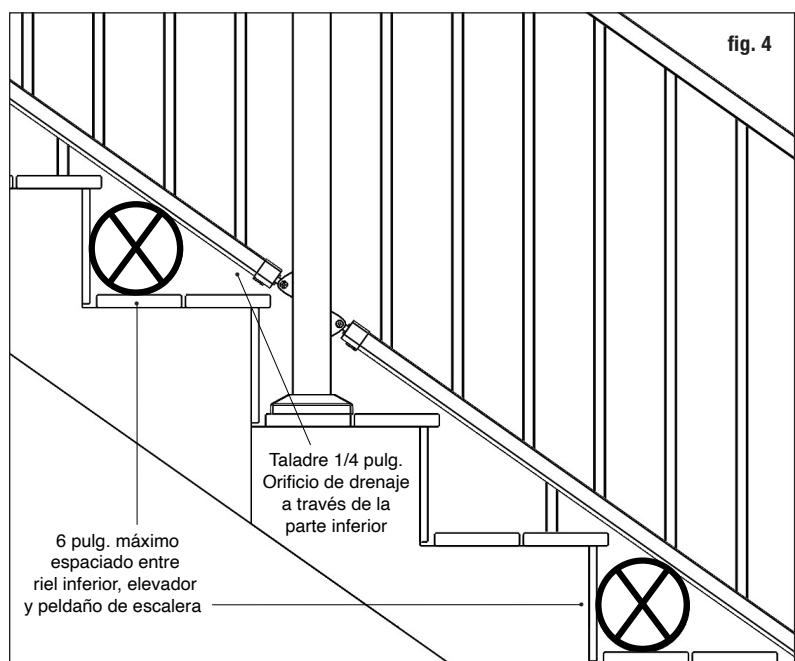

fig. 4
Step 7 Position the rail alongside the posts using 6" maximum spacing between bottom rail, riser, and stair tread. With the top railing resting on the continuous stair rail, center the continuous stair bracket to be centered on the post. Mark the bottom of the bracket. Then cut the post 3/8" above the mark to allow for the flange on the bottom side of the bracket (fig. 4).
Step 9 A rail support is needed every 2 feet (**2 are included in the 6ft rail kit, 3 in the 8ft kit**). Attach rail support connectors to the bottom of the lower rail at 2-foot intervals using included screws. Predrill using a 1/8" drill bit. Mark the location of the rail support on the step tread and attach the other rail support connectors to the step tread. **Drill one 1/4" drain hole through the bottom of the rail to prevent trapping water.** Position the hole toward the lower end of the rail, roughly 1.5" from rail end to avoid the lower bracket (fig. 4).
Étape 7 Positionnez le rail le long des poteaux en utilisant un espacement maximal de 6 po entre le rail inférieur, la contrebarre et la marche de l'escalier. Avec le garde-corps supérieur reposant sur la rampe d'escalier continue, centrez le support d'escalier continu pour qu'il soit centré sur le poteau. Marquez le bas du support. Coupez ensuite le poteau à 3/8 po au-dessus du repère pour permettre la bride sur le côté inférieur du support (fig. 4).
Étape 9 Un support de rail est nécessaire tous les 2 pieds (**2 sont inclus dans le kit de rails de 6 pieds, 3 dans le kit de 8 pieds**). Fixez les connecteurs de support de rail au bas du rail inférieur à intervalles de 2 pieds à l'aide des vis fournies. Pré-percer à l'aide d'un foret de 1/8 po. Marquez l'emplacement du support de rail sur la marche de marche et attachez les autres connecteurs de support de rail à la marche de marche. **Percez un trou de vidange de ¼ po à travers le bas du rail pour éviter de piéger l'eau.** Positionnez le trou vers l'extrémité inférieure du rail, à environ 1,5 po de l'extrémité du rail pour éviter le support inférieur (fig. 4).
Paso 7 Coloque el riel a lo largo de los postes con un espacio máximo de 6 pulg. entre el riel inferior, el contrahuella y la huella de la escalera. Con la barandilla superior apoyada sobre la barandilla de la escalera continua, centre el soporte de la escalera continua para que quede centrado en el poste. Marque la parte inferior del soporte. Luego corte el poste 3/8 pulg. por encima de la marca para permitir el reborde en el lado inferior del soporte (fig. 4).
Taladre un orificio de drenaje de ¼ pulg. a través de la parte inferior del riel para evitar atrapar agua. Coloque el orificio hacia el extremo inferior del riel, aproximadamente a 1,5 pulg. del extremo del riel para evitar el soporte inferior (fig. 4).